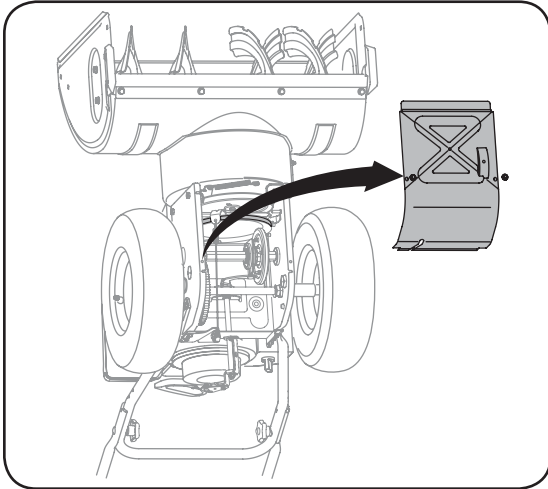

Figure 6-5
1. Basculez doucement la souffreuse vers l'avant pour la faire reposer sur l'habitacle de la tarière. Voir la Figure 6-5.
2. Démontez le couvre-châssis du dessous de la souffreuse en retirant les quatre vis auto-taraudeuses qui le maintiennent en place. Voir la Figure 6-5.
2. Basculez doucement la souffluse vers l'avant pour la faire reposer sur l'habitacle de la tarière. Voir la Figure 6-5.
2. Basculez doucement la souffluse vers l'avant pour la faire reposer sur l'habillage de la tarière. Démontez le couvre-châssis du dessous de la souffluse en retirant les quatre vis auto-taradeuses qui le maintiennent en place. Voir la Figure 6-5.
1. Basculez la souffluse vers l'avant puis démontez le couvre-châssis du dessous de la souffluse en retirant les vis auto-taraudeuses. Voir la Figure 6-5 à la page 17.